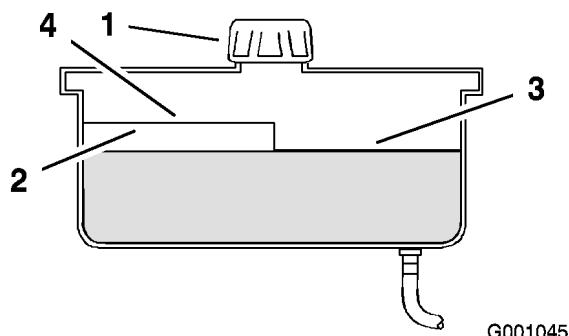

Figure 54
2. Nettoyez la surface autour du goulot de remplissage du réservoir hydraulique (Figure 54).
3. Enlevez le bouchon du goulot de remplissage et vérifiez si le réservoir contient du liquide (Figure 54).
- Remarque:** Lorsque l'huile est chaude, le niveau de liquide doit atteindre le haut du repère "à chaud" sur le déflecteur (Figure 54).